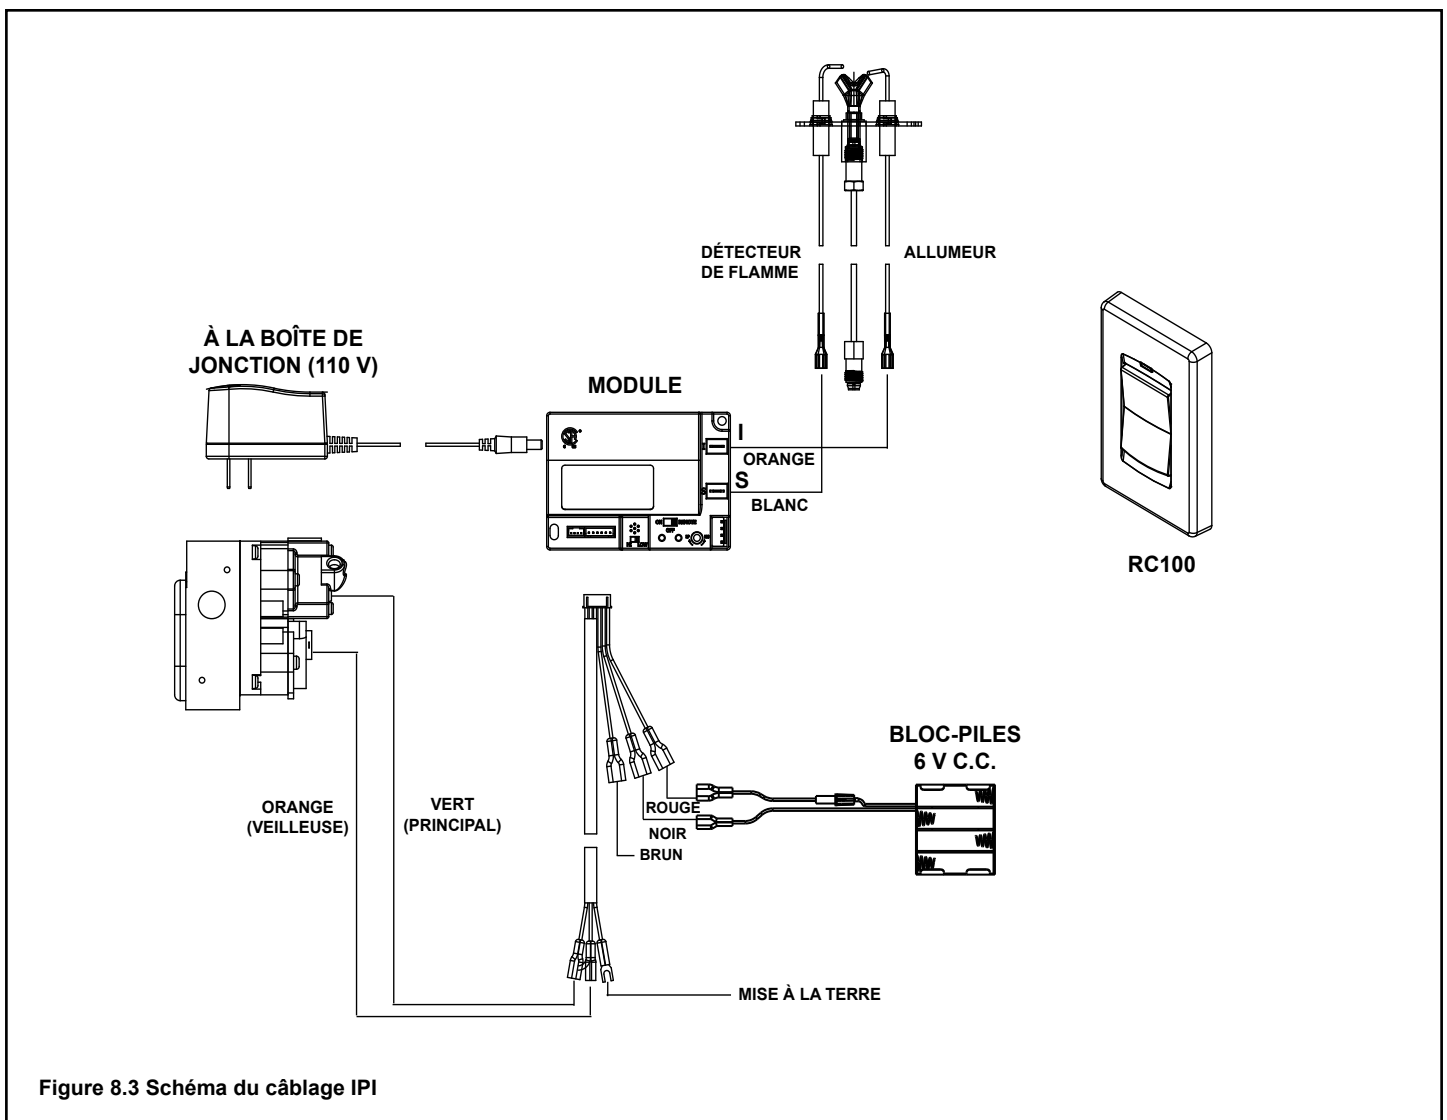

Figure 8.3 Schéma du câblage IPI
- Se référer à la figure 8.3, Schéma du câblage IPI.